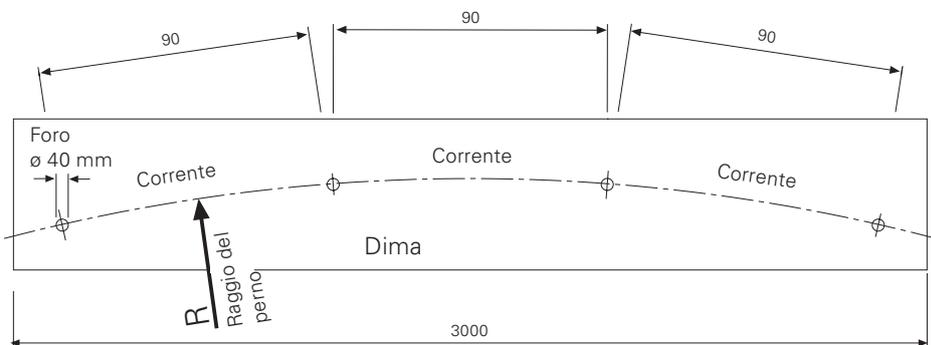

Fig. 1
1. Tracciare il segmento di arco di cerchio su una dima. In corrispondenza del tracciamento dell'arco praticare quattro fori da 40 mm a una distanza pari all'interasse dei perni dei correnti con snodo da utilizzare 90, 75, 60 o 30 cm (fig. 1).